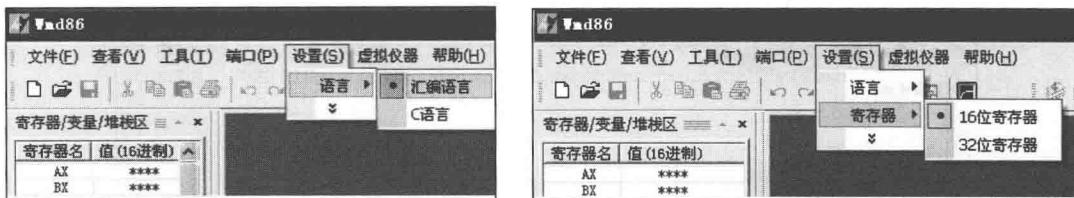

图 1.1.1 Wmd86 集成开发环境寄存器操作
2) 根据程序设计使用语言的不同，通过在“设置”下拉列表中选择需要使用的语言及寄存器类型，这里选择“汇编语言”和“16 位寄存器”，如图 1.1.1 所示。语言及寄存器类型选好后，下次再启动软件将保持这次的修改不变。